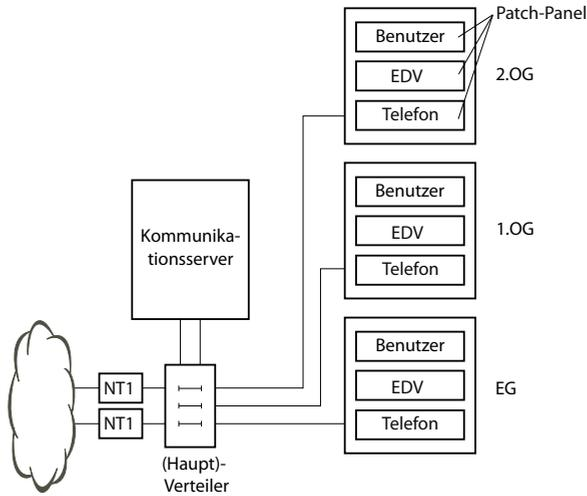
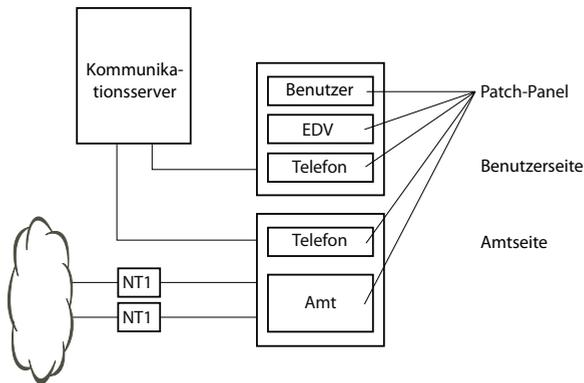

Fig. 32 Anschluss an UGV über (Haupt)-Verteiler (Beispiel)
Fig. 33 Anschluss an UGV über Wiring Center (Beispiel)
- Indirektanschluss über (Haupt)-Verteiler und ev. universelle Gebäudeverkabelung (UGV) (siehe auch Fig. 32 und Fig. 33).